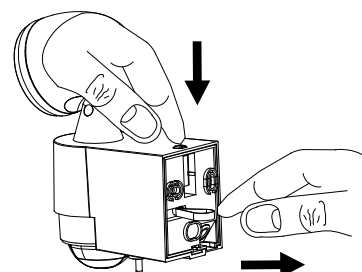

Figura 2
- Pulse el botón de desbloqueo en la parte superior (Figura 2) y abra la caja tirando de la lengüeta del soporte de pared